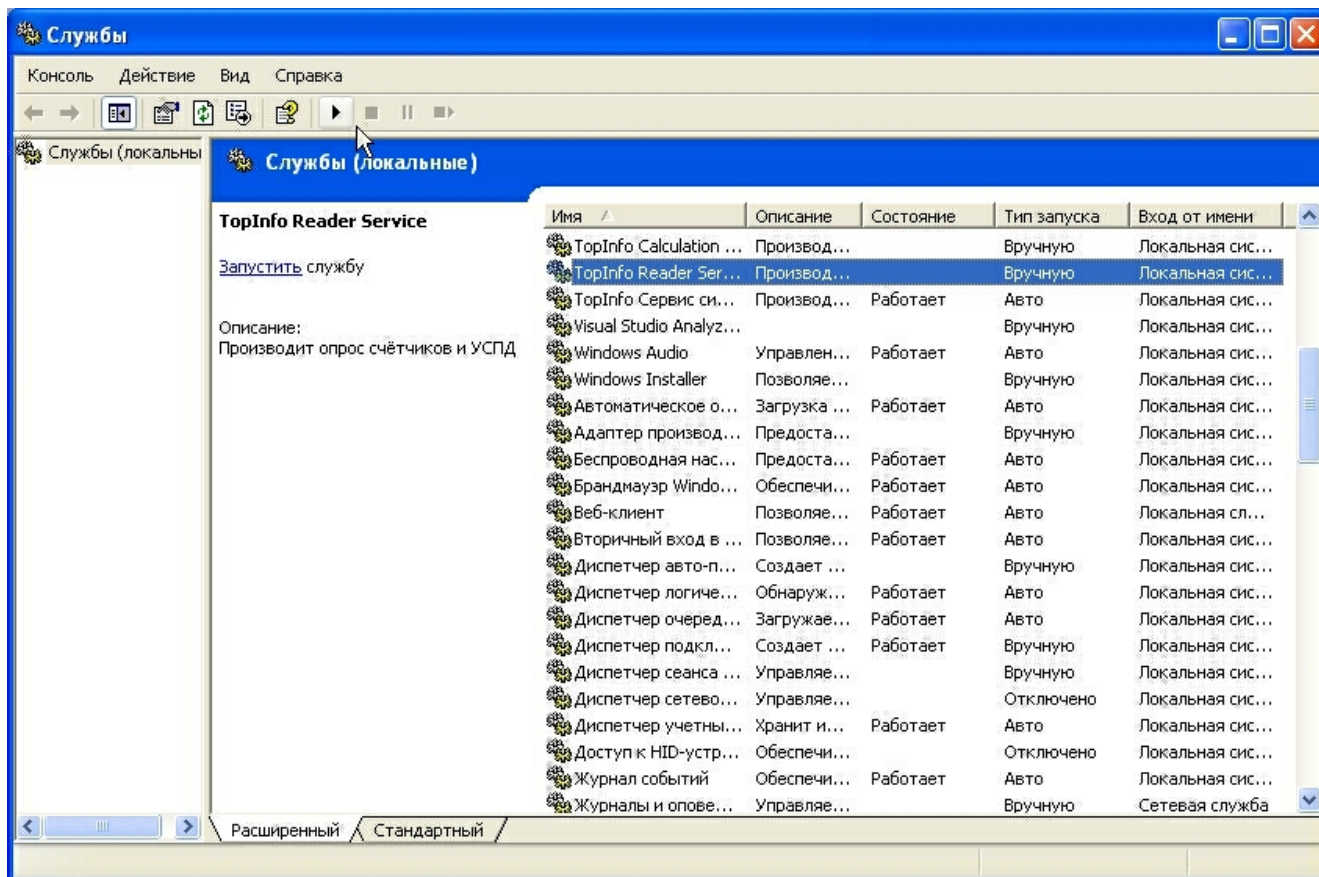

Рис. 4.22. Консоль управления «Службы». Запуск/Останов сервиса
- 1) Запустите консоль управления «Службы» из меню **Старт->Настройка->Панель управления->Администрирование->Службы** (см. Рис. 4.22).
- 1) Запустите консоль управления «Службы» (меню **Старт->Настройка->Панель управления->Администрирование->Службы**) см. Рис. 4.22.